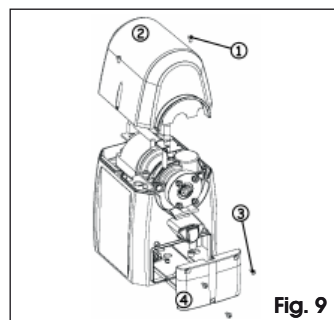

Fig. 9
1. Destornille los dos tornillos de fijación del cárter superior, Fig. 9 ref. ①, y retire el cárter, Fig. 9 ref. ②.
2. Destornille los tres tornillos, Fig. 9 ref. ③, de cierre de la tapa de la tarjeta, Fig. 9 ref. ④.